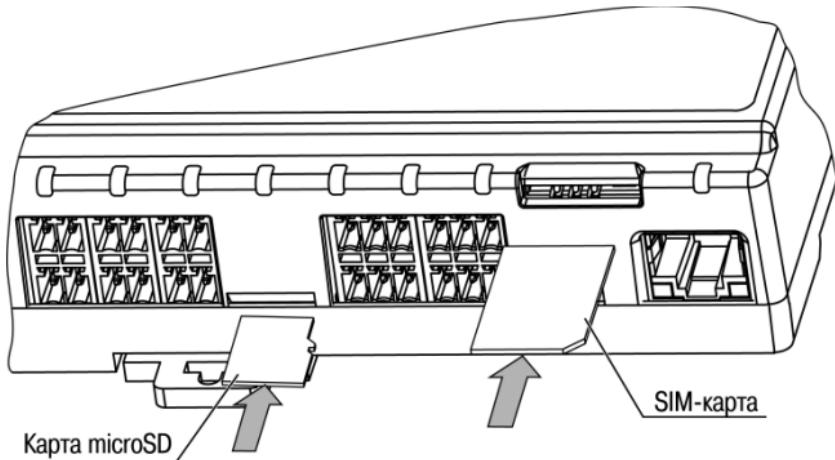

Рисунок 6.3 – Установка microSD и SIM-карты
6.2.6 Подключение microSD/microSDHC карты допускается, в том числе, и при включенном питании КСОД . При этом необходимо программно предусмотреть приостановку работы с картой. Карта устанавливается контактами в сторону DIN-рейки (см. рисунок 6.3).
6.2.7 При использовании GSM/GPRS-модема необходима антенна, подсоединяемая к винтовому гнезду типа SMA. Антenna не входит в комплект поставки и приобретается отдельно. Установку/замену SIM-карты стоит производить при отключенном питании КСОД и питании подключенных к нему устройств. SIM-карта устанавливается контактами в сторону DIN-рейки и скошенным уголком наружу (см. рисунок 6.3). Для извлечения SIM-карты рекомендуется воспользоваться пинцетом.